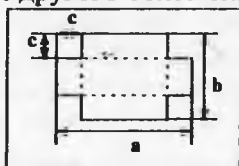

Рис.9.
4. Изготовитель контейнеров проектирует открытый контейнер из листового материала, раскрой которого показан на рис.9. Заготовка вырезается, сгибается и сваривается. Каковы должны быть размеры контейнера наибольшего объема, если площадь его дна не должна превышать  $1\text{ м}^2$  и их один из линейных размеров  $a$ ,  $b$ ,  $c$  не должен быть больше другого более чем в 3 раза.